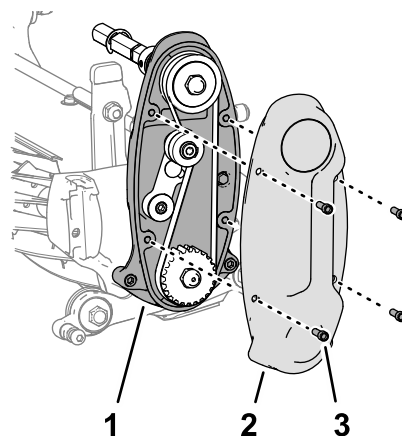

Figura 18
5. Monte a cobertura na estrutura da transmissão do cilindro (Figura 18) com os quatro parafusos de cabeça flangeada (¼ pol. x ¾ pol.).